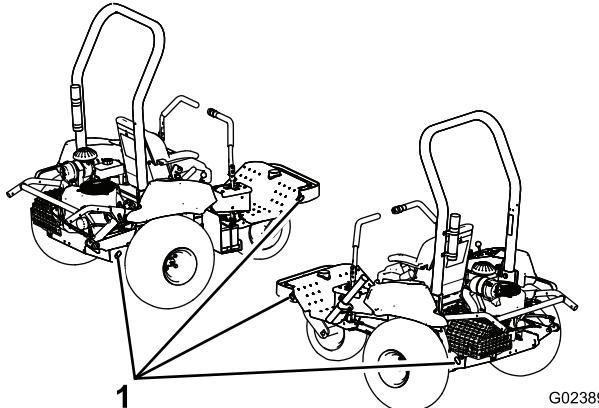

Figura 30
- Utilize os pontos de fixação na máquina (Figura 30) para prender firmemente a máquina ao veículo de transporte com cintas, correntes, cabo ou cordas.